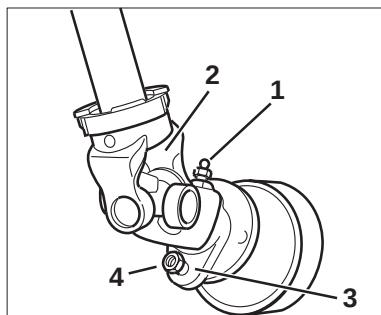

Fig. 5.4a
- Smørenippel (Fig. 5.4a/1) løsnes og kardanakslen (Fig. 5.4a/2) monteres.
- Gafflen (Fig. 5.4a/3) sættes fast med sikringsbolten (Fig. 5.4a/4).
- Smøreniplen (Fig. 5.4a/1) skrues i.